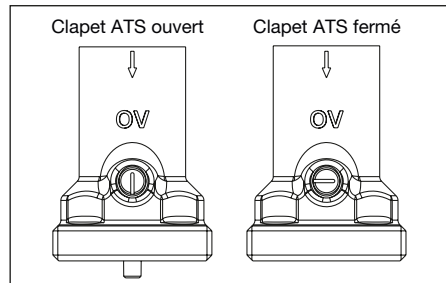

Fig. 7 Position clapet ATS «Regumat S»
2. Retirez le bloc d'insertion (2).
3. Sortir le groupe de robinetterie (3) de la partie arrière de la coquille d'isolation (4).
4. Placer la partie arrière de la coquille d'isolation (4) sur le mur de façon perpendiculaire et l'utiliser comme gabarit de perçage (fig. 7).